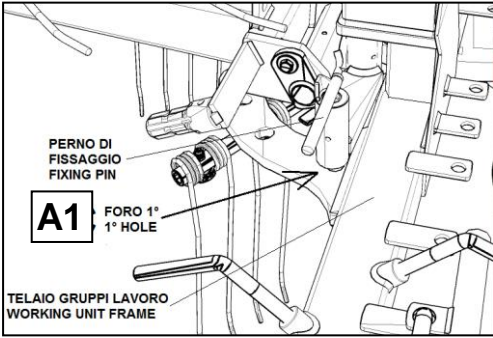

fig.6C
4. **Fig.6C** - Il telaio gruppi di lavoro bloccato nel foro **A1**, mediante perno a maniglia.
4. **Fig.6C** - The working unit frame locked in **A1** hole, by means the handle pin.